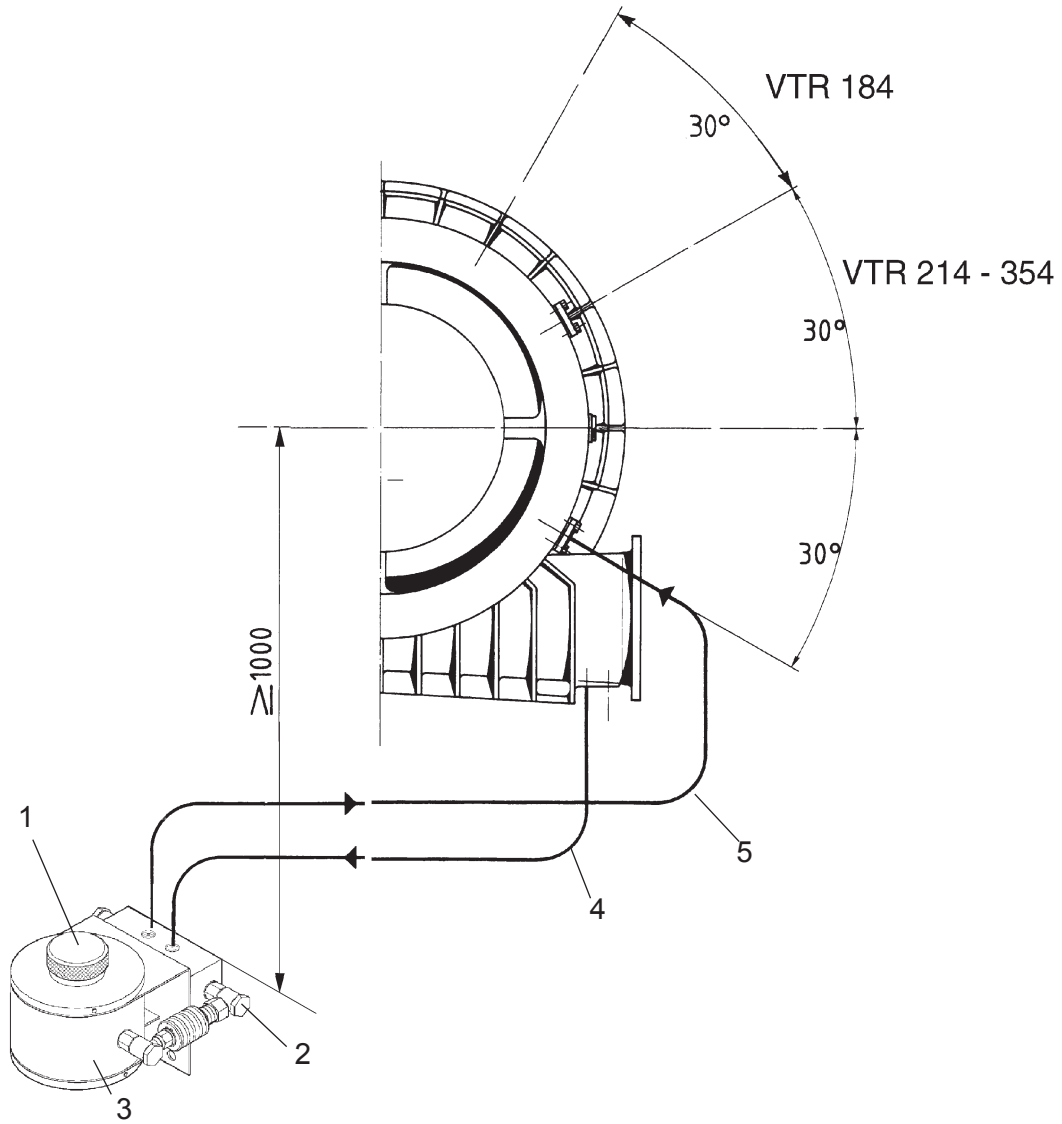

Fig. 3-13
Vorsicht ! Auf keinen Fall darf das Einspritzröhrchen über einen Hahn direkt an eine Wasserleitung oder ein grösseres Dosiergefäss (27000) als mitgeliefert angeschlossen werden (s. Fig 3-13). Dies um zu vermeiden, dass unkontrollierte Wassermengen in den Lader und in den Motor gelangen. Dies kann zu grossen Schäden führen.
Caution ! The injection tube must under no circumstances be connected via a cock directly to a water pipe or a larger dosing vessel (27000) than supplied (see fig. 3-13). This prevents uncontrolled amounts of water entering the turbocharger and engine, which can result in major damage.
1. Verschlussstopfen (1) ausschrauben (s.Fig.3-13).
2. Gefäß (3) mit der in Tabelle angegebener Wassermenge füllen.
1. Remove the screw (1) (see fig. 3-13).
2. Fill the vessel (3) with the volume of water as set out in the table.
3. After filling tighten the screw plug (1).
4. Actuate the valve lever (2) towards the spring and hold it for about 10 seconds until all the water has been injected.